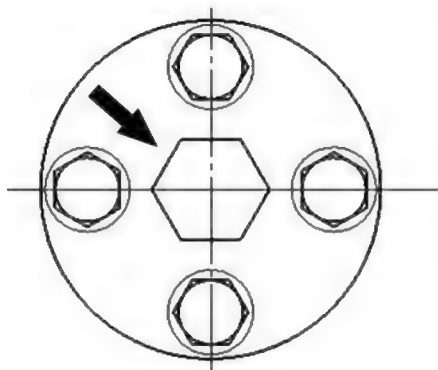

图 36
(1) 用开关头盖的放气螺塞(图 36)给开关头放气: 打开螺栓, 拆下带槽口的塞子螺丝 M6, 最大扭矩 2Nm。